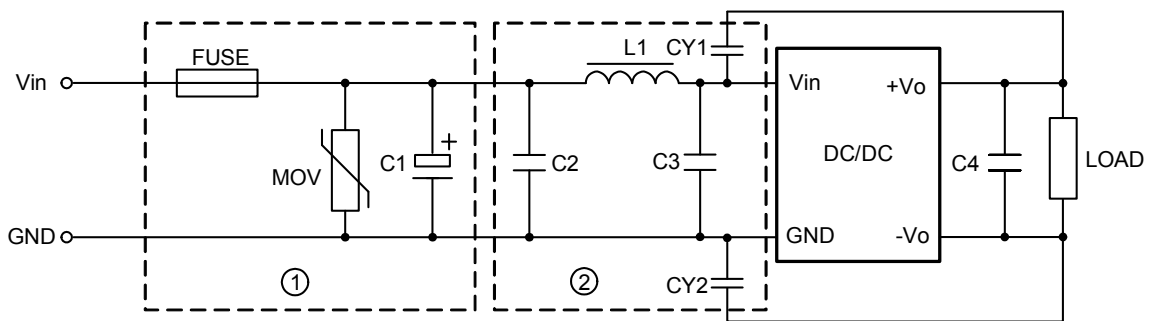

图2 EMC推荐应用电路
辐射骚扰	CISPR22/EN55022, CLASS A(裸机), CLASS B(应用电路图 2-②)